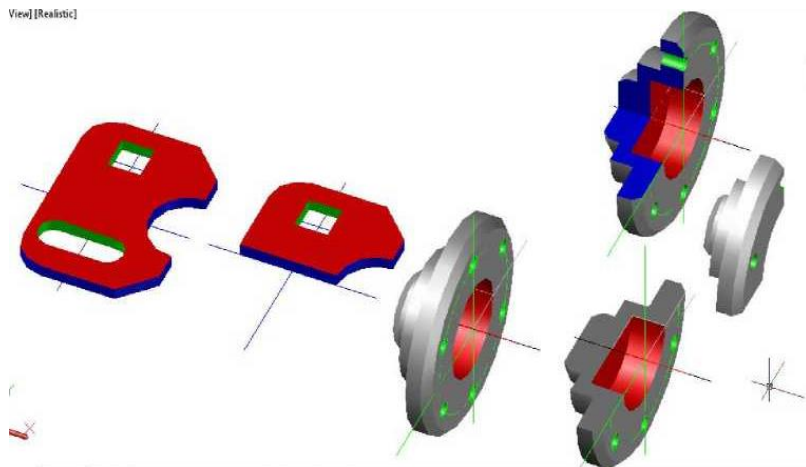

Рис. 27 – Образец выполненного задания
49. Командой **Раскрашивание граней** затушевать плоскость сечения серым цветом в соответствии с образцом (рисунок 27).